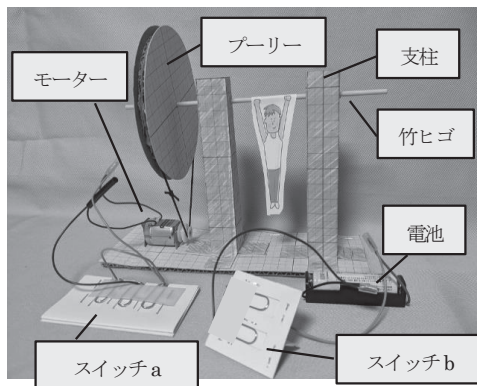

図1
- 3)支柱：工作用紙（10cm×14cm）の10cmの辺を5等分して折り曲げ、両端の面を重ね合わせ貼り付けると4角柱ができます。角部（4ヶ所）に下から2cmの切れ目を入れ谷折りにし、この部分を台紙に貼り付けます。2本の支柱は5～7cm程度の間隔をあけます（図1）。支柱の上から1.5cmの位置に直径3mmの穴を開けます。